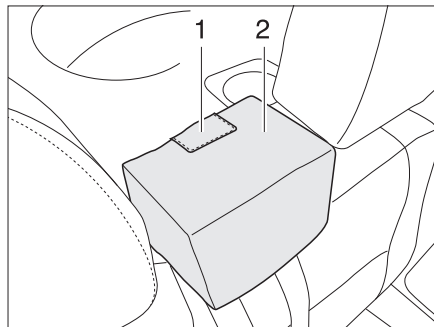

Fig. 18 Cinturón de seguridad banco
- Presionar el soporte de cinturón (Fig. 18,2) fuertemente hacia abajo con ambas manos y soltarlo. El soporte de cinturones permanecerá a la altura deseada.
- Presionar sobre la zona marcada (Fig. 18,1) del cojín. Se suelta el bloqueo. El soporte de cinturones se desplazará hacia arriba.